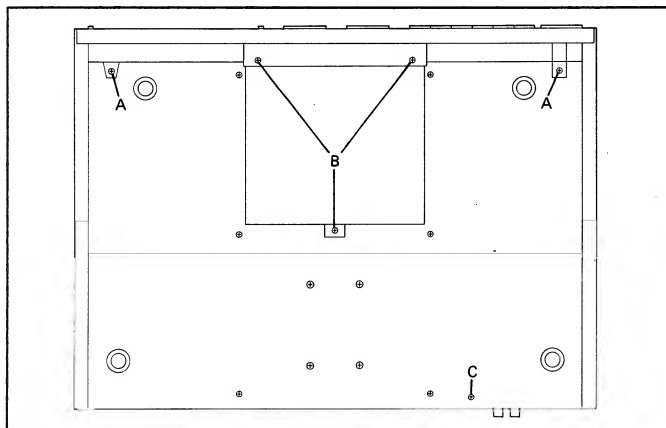
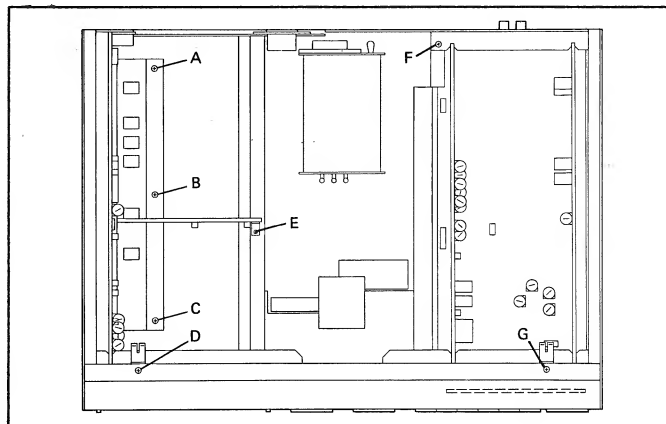

Fig. 2.1
Fig. 2.2
- Enlever trois vis [B] au-dessous de l'appareil (Fig. 2.1)
- Retirer deux fiches, enlever la vis [E] (Fig. 2.2) et retirer du SYSTEM CONTROL.
- Enlever les trois vis [A, B, C] (Fig. 2.2)
- Enlever la vis [F] (Fig. 2.2) et, au-dessous de l'appareil, la vis [C] (Fig. 2.1)
(Fig. 2.1) de la partie inférieure
- Enlever de la partie supérieure deux vis [D, G] (Fig. 2.2) avec rondelles dentelées et enlever les ressorts de mise à la terre